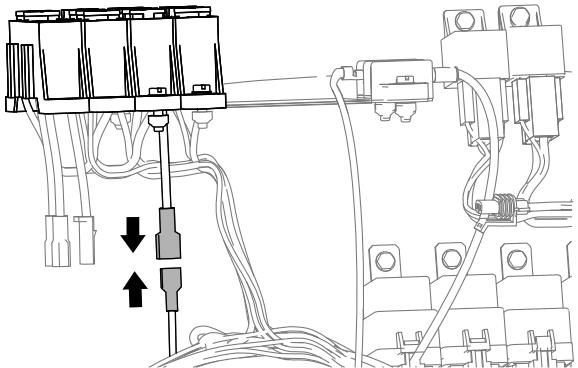

图 21
- 对于保险丝盒中带有舌形连接接头的机器将完成套件线束的舌形接头连接至机器保险丝盒的插槽接头 图 21。